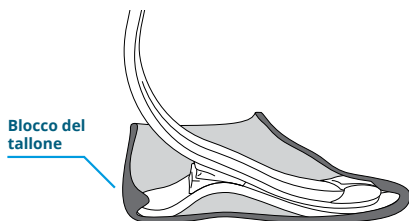

Figura 3
- Inserire a fondo il tallone nel guscio del piede o, se necessario, inserire un calzascarpe nel guscio del piede e far scivolare il tallone verso il basso nel blocco del tallone. Il tallone deve bloccarsi (figura 3) in posizione per un funzionamento corretto e sicuro.